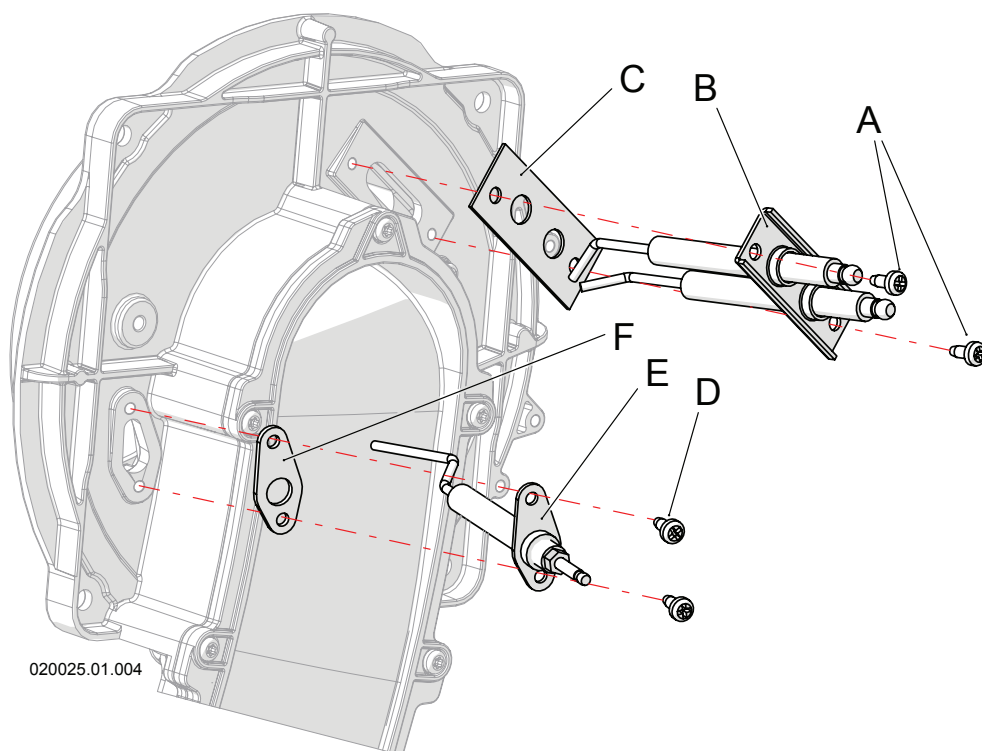

Figure 8-4 - Démontage des électrodes
- 5.- démonter les électrodes à remplacer « B » ou « E » au moyen des vis « A » ou « D » de la figure 8-4 en faisant attention de retirer les garnitures « C » et « F » ;